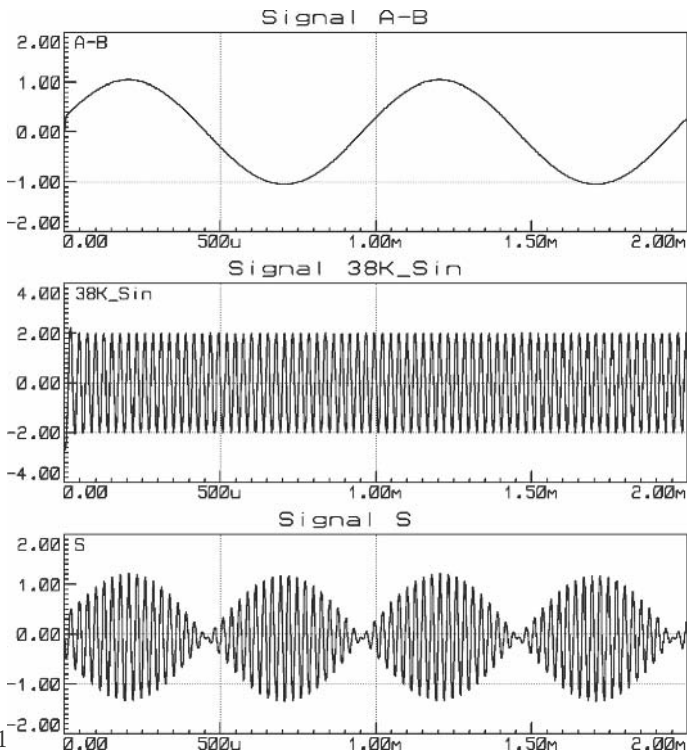

Figure 6.21
**Sepatoo** – Je vous remercie, j'avais un petit doute. Voici en **figure 6.21**, les signaux que j'obtiens. Cela me semble correct pour la forme, même si j'ai toujours un peu de mal à admettre que l'on puisse avoir un maximum d'amplitude du signal modulé quand le signal modulant est à son minimum.